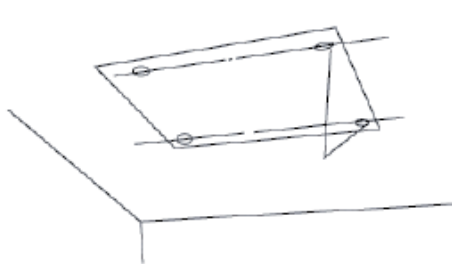

Fig.6
1. Utilizzare il modello di installazione fori per le viti (quattro fori). (Fig. 6)